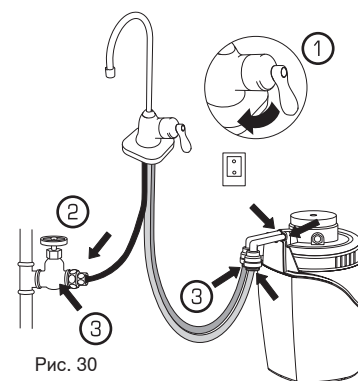

Рис. 30
10. Откройте кран ①. Откройте запорный вентиль водоснабжения для того, чтобы вода начала поступать в Систему ② (рис. 30).
11. Закройте кран и проверьте Систему на отсутствие протекания во всех местах соединения трубок ③ (рис. 30). Если вы обнаружили протекание или образование пузырьков, см. раздел "Устранение неполадок", стр. 9.